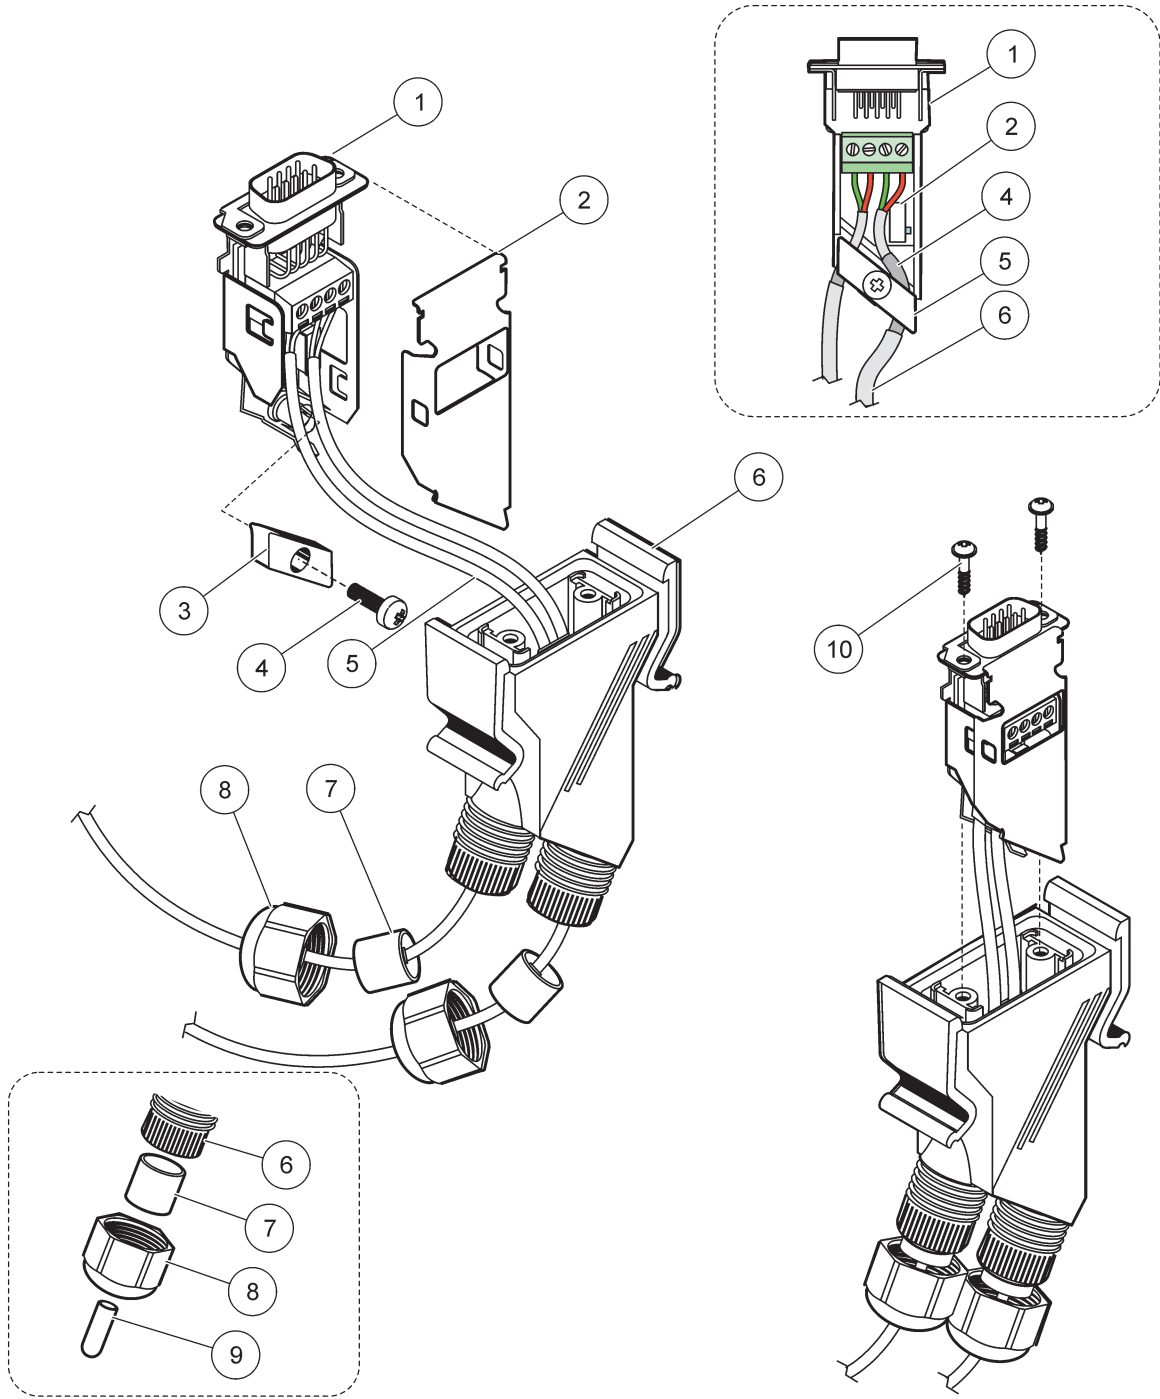

图 31 将网络接头与 SC1000 网络终端电阻相连。
2. 电缆穿过套接螺母、橡胶密封件和接头盖（图 31）。
**注：**当网络中只有最后一个组件而使用接头时，保证有一个套接螺母不使用。用随附的塞子密封套接螺母。参见图 31。
2 不使用塞绳结头时，使用该塞子。请参见图 31。